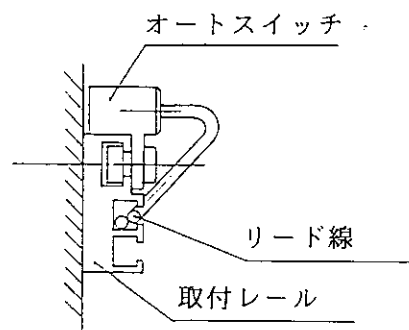

図5. スイッチ取付レール
- 1-4-1) スイッチ取付レール（CY1L15以上）はリード線の処理がレール溝（図5）で可能な特殊形状をしています。